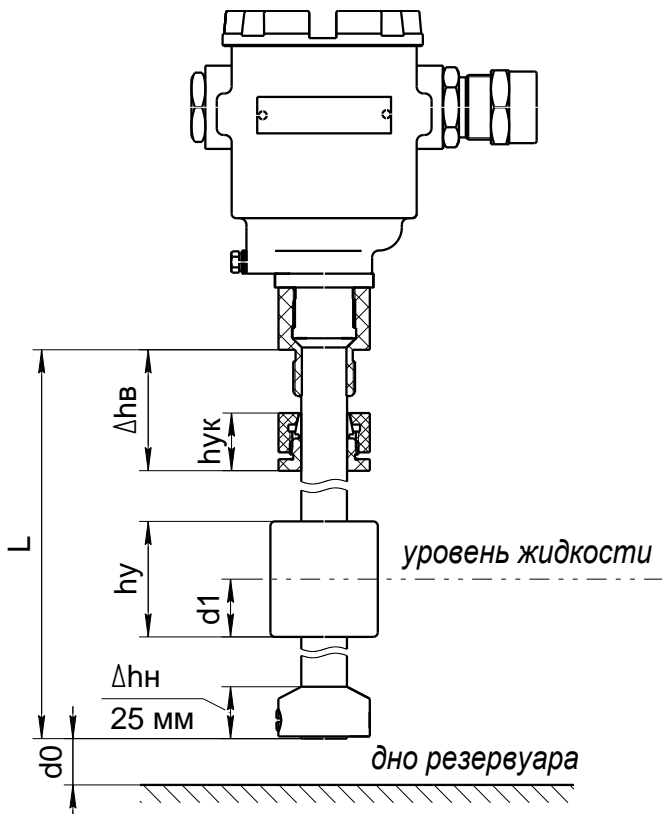

Рисунок 4
2.2.9 Нижний предел измерения уровня  $H_n$  (рисунок 4) определяется по формуле, мм:
2.2.10 Верхний предел измерений уровня  $H_v$  (рисунок 4) определяется по формуле, мм:
3.5.8 Расстояние от дна резервуара до нижней торцевой поверхности ПМП (рисунок 4) соответствует отступу от дна резервуара  $d0$ .